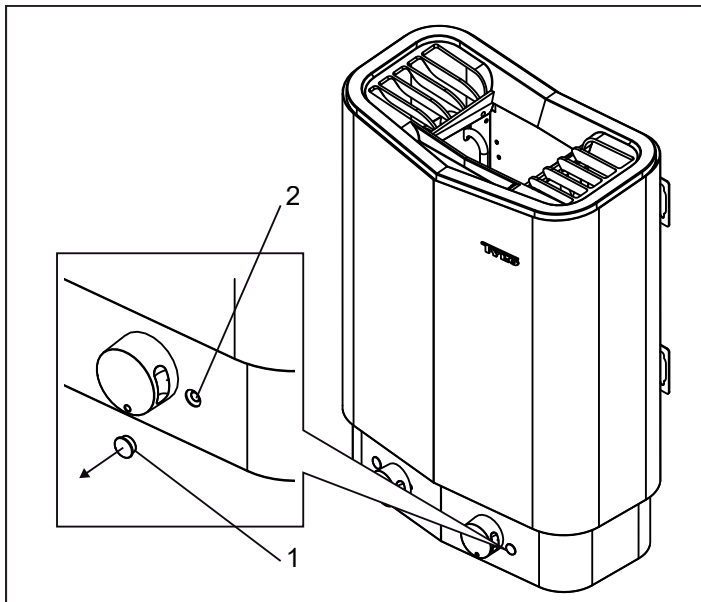

Abbildung 5: Zurücksetzen des Überhitzungsschutzes
| Die Heizung funktioniert nicht.                                                                                                       | Der interne Überhitzungsschutz wurde aktiviert.Weitere Informationen finden Sie in dem Abschnitt „Überhitzungsschutz“. | Ermitteln und beseitigen Sie die Ursache für die Aktivierung des Überhitzungsschutzes.Zurücksetzen des Überhitzungsschutzes. Unter einem Absteckstopfen auf der Vorderseite der Heizung gibt es eine rote Taste, die Sie drücken können (siehe Abb. 5). |
Der Überhitzungsschutz in der Heizung soll verhindern, dass Bauteile, Heizstäbe und Hölzer in der Sauna zu heiß werden. Wird der Überhitzungsschutz ausgelöst, muss er zurückgesetzt werden, bevor die Heizung wieder eingeschaltet werden kann. Vor dem Zurücksetzen des Überhitzungsschutzes ist die Ursache für die Überhitzung zu ermitteln. Entfernen Sie vor dem Zurücksetzen des Überhitzungsschutzes den Absteckstopfen (1) (siehe Abb. 5) und drücken Sie ihn herunter (2), bis ein Klicken zu hören ist.